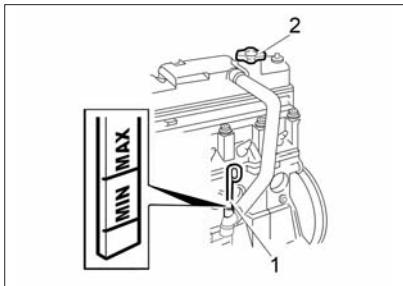

Рис. 45. Проверка уровня масла в картере двигателя 8-клапанного двигателя
Уровень масла проверяется на холодном неработающем двигателе при нахождении автомобиля на горизонтальной поверхности. Уровень должен находиться между метками **MIN** и **MAX** указателя уровня масла 1 (рис. 45) или между верхним и нижним краями рифленой поверхности указателя 1 (рис. 45а) в зависимости от модели двигателя. При необходимости доливка масла (см. приложение 1) производится через горловину, закрываемую пробкой 2.
Рис. 45а. Проверка уровня масла в картере двигателя 16-клапанного двигателя
Проверку уровня масла выполните на остывшей коробке передач. Уровень масла должен быть между двумя метками указателя 1 (рис. 45б) уровня масла. Доливку масла (см. приложение 1) проводите небольшими порциями через отверстие, закрываемое указателем уровня масла.
Рис. 45б. Проверка уровня масла в коробке передач
В вариантом исполнении при комплектации автомобиля механической коробкой передач с тросовым приводом управления уровень масла должен быть по нижней кромке контрольного отверстия 1 (рис. 45в). Доливку масла (см. приложение 1) проводите
**Рис. 45в. Проверка уровня масла в коробке передач